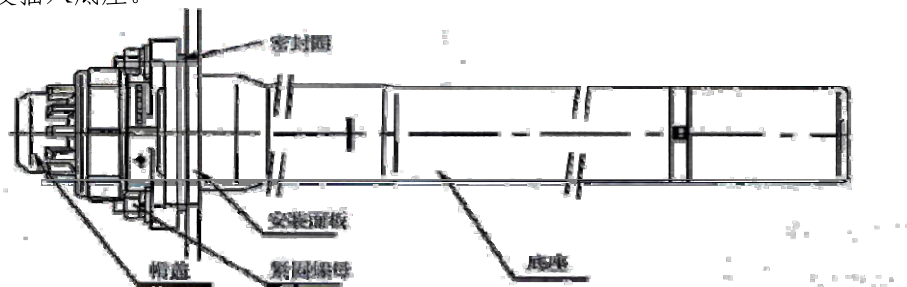
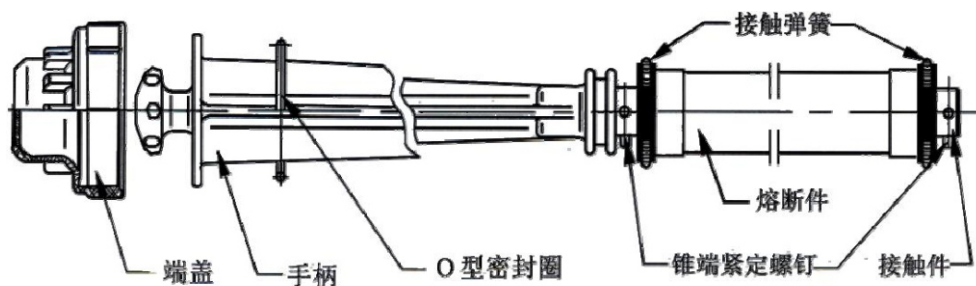

图 9：熔断器外形总图
图 10: 熔断器内部安装图
1. 3、35kV 组合式变压器中由全范围一体式高压限流熔断器提供保护的熔断器，结构也为插入式，可以在现场方便地更换熔断件。外形结构和内部安装图详见图 9 和图 10